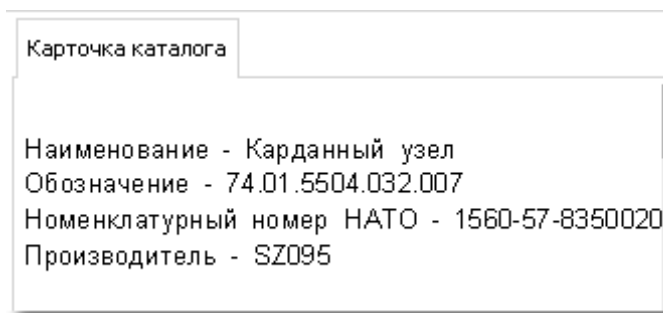

Рис. 122
2. В выпадающем меню кнопки **Настройки**  выберите команду **Показ карточек**. В результате под областью иллюстрации отобразится карточка каталога для выбранной позиции. Пример показан на Рис. 122.